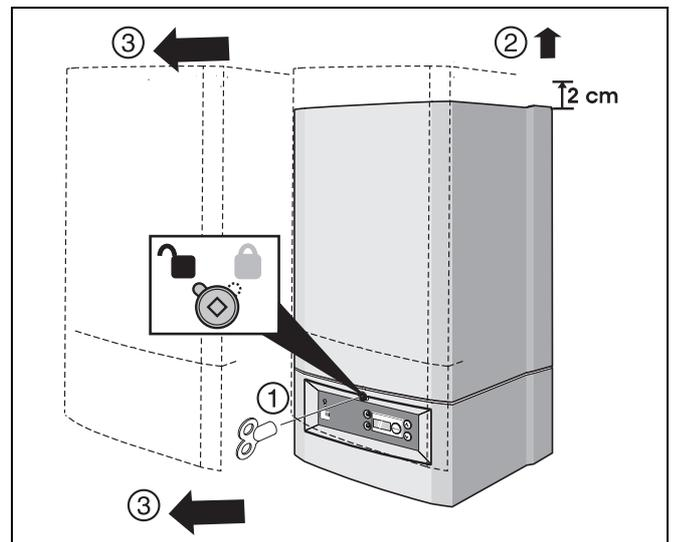

Fig. 46 Togliere il rivestimento
- Togliere il rivestimento dell'apparecchio (fig. 46).